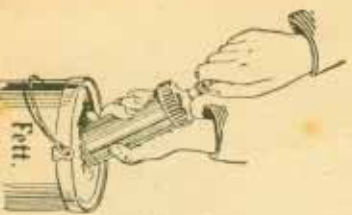

Abbildung 1
1. Bodendeckel abschrauben (Abbildung 1).